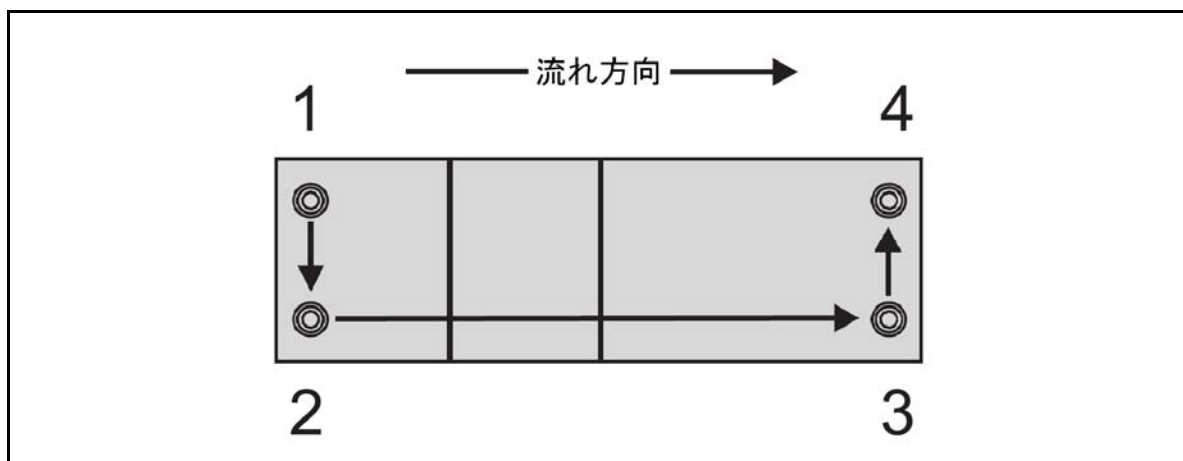

図 2-3 取り付けねじ締め付けパターン
4. トルクレンチとメートルねじ用六角ビットを使用して、表 2-1 に指示されているトルクで、図 2-3 の締め付けパターンでねじを締め付けませす。